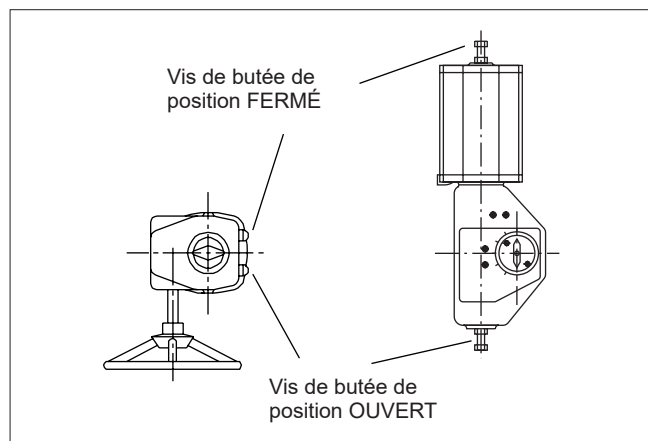

Fig. 19 Positions ouverte et fermée de la vanne
- Réglez les positions d'ouverture et de fermeture de la sphère à l'aide des vis d'arrêt situées sur le côté du boîtier (voir Figure 19). La vis de position fermée est la plus proche du volant sur le côté du boîtier, et la vis de position ouverte se trouve à l'extrémité opposée. Les sens de rotation sont indiqués sur la roue.
- Régler les positions ouverte et fermée de la sphère à l'aide des vis de réglage de l'actionneur. Voir Figure 19. La position ouverte exacte est indiquée par l'orifice d'écoulement. La flèche jaune doit indiquer le sens du flux. **Ne mettez pas vos doigts dans l'orifice d'écoulement !**